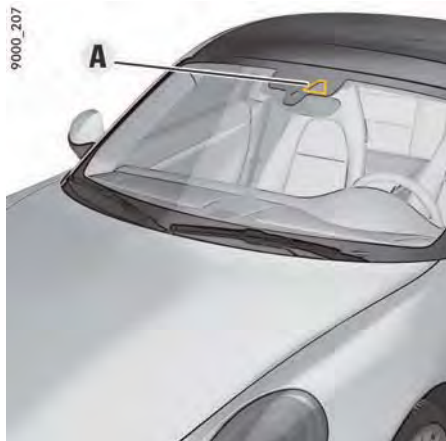

図113: カメラの取り付け位置
- ▶ ルーム・ミラーのカメラの視界（図113）をステッカーなどで遮らないでください。